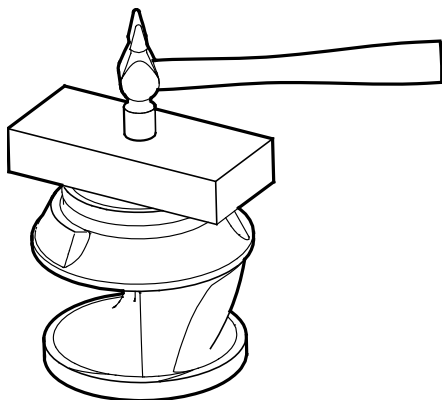

Рис. 20 Монтаж кольца щелевого уплотнения
4. Наденьте кольцо щелевого уплотнения (49с) на рабочее колесо (49).
5. С помощью молотка и деревянного бруска лёгкими ударами поставьте кольцо щелевого уплотнения (49с) на место. См. рис. 20.